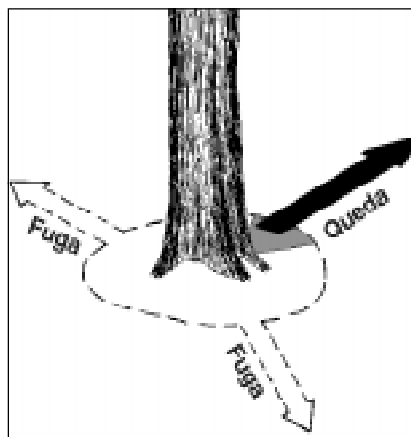

Figura 1. Caminho de fuga.
- 5º. Preparar os caminhos de fuga, por onde a equipe deve se afastar no momento da queda da árvore. Os caminhos devem ser construídos no sentido contrário à tendência de queda da árvore (Figura 1).